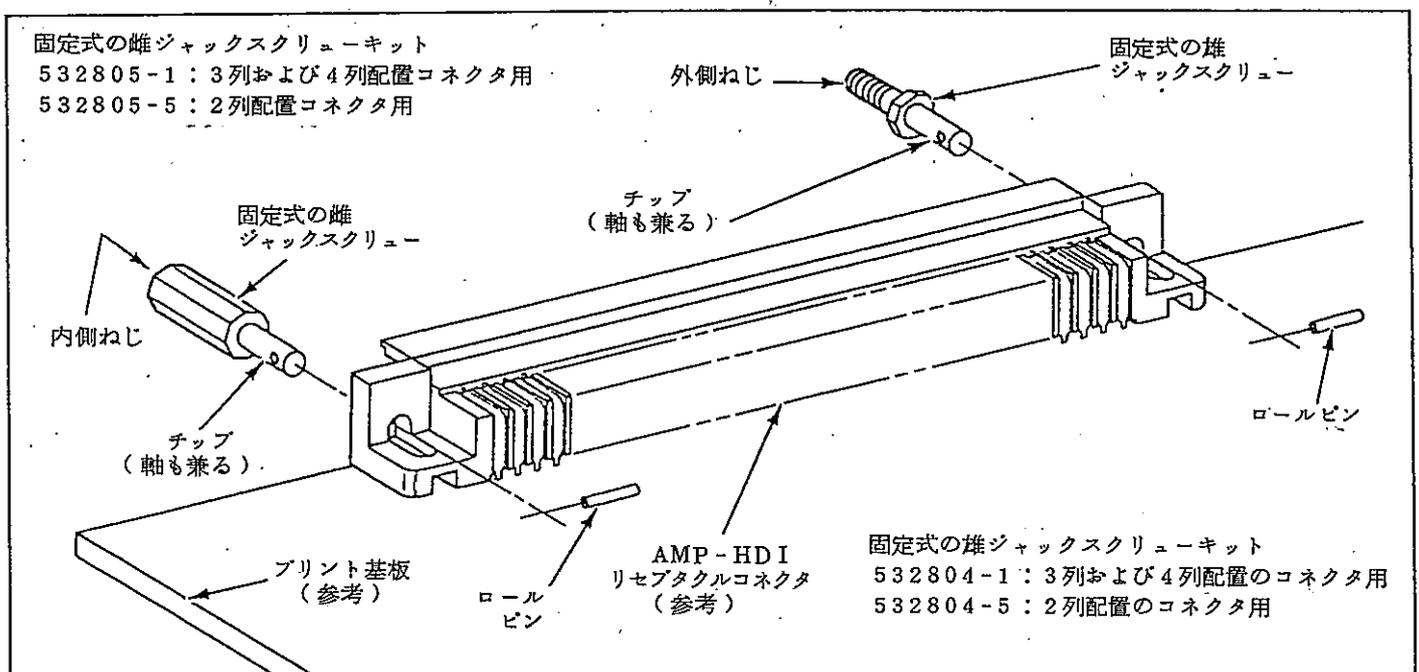
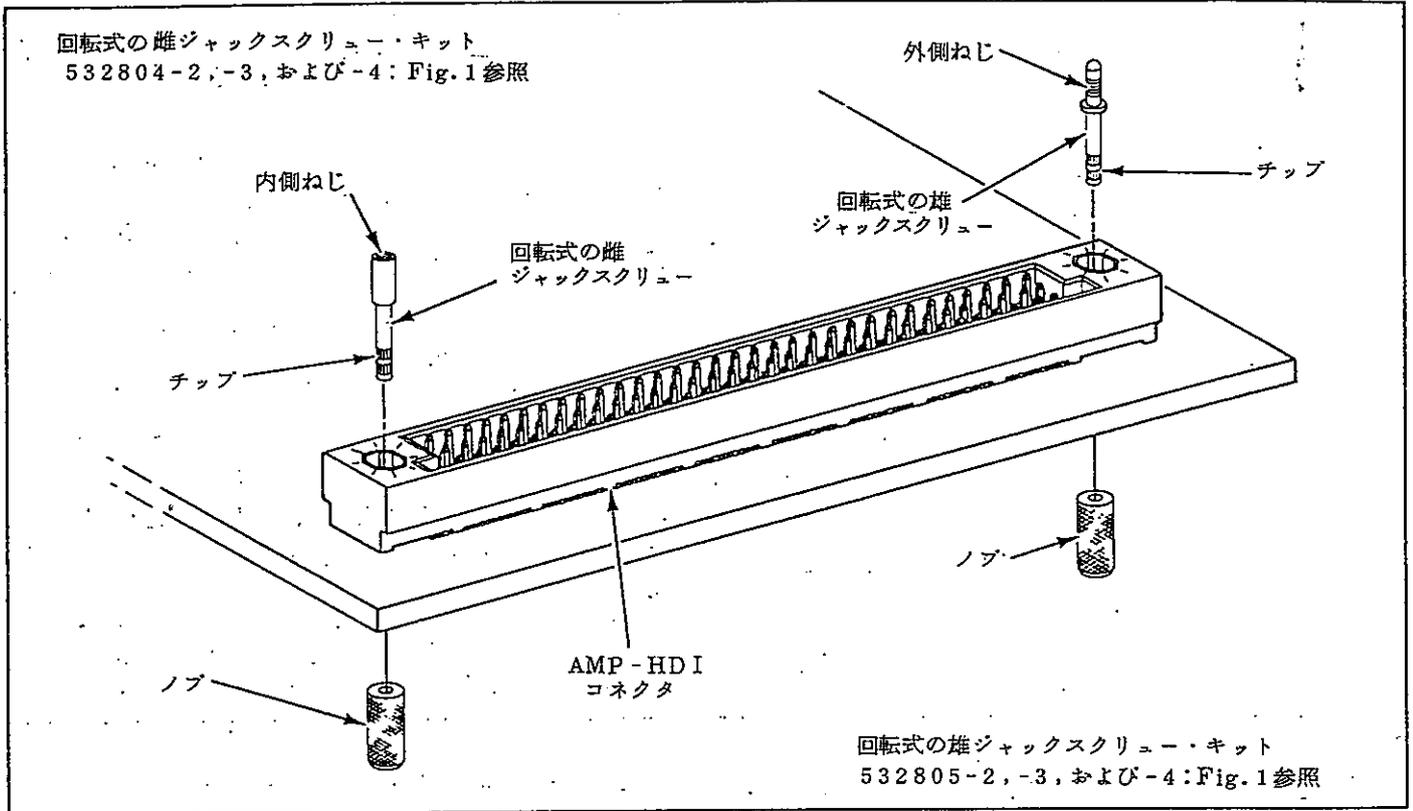

Fig. 2
Fig. 3
異なる形態のジャックスクリューを使用することによりコネクタの接続間違いを防ぐことができます。Fig.2およびFig.3に異なる形態一雄と雌一のジャックスクリュー・ハードウェアのピン・コネクタおよびリセプタクル・コネクタへの取り付け方が示してあります。同一コネクタに同一形態のもの2個も使用できる点にご注目下さい。
- 各キットの組立てにあたり、まずFig.2に示すように、リセプタクル・コネクタの前面一すなわち接続面にジャックスクリュー突起軸部を差し込んで、軸部の面取り穴が見えることを確認します。3列または4列配置のコネクタの場合は側面から、また2列配置の場合は上部からこの面取り穴を見ることができます。
- ラジオ・ペンチを使用して、ロール・ピンをジャックスクリュー突起軸部に取り付けます（Fig.2参照）。
- 各回転式キットの組立てとして、まず Fig. 3 に示すようにジャックスクリー突起部をピン・コネクタに差し込みます。